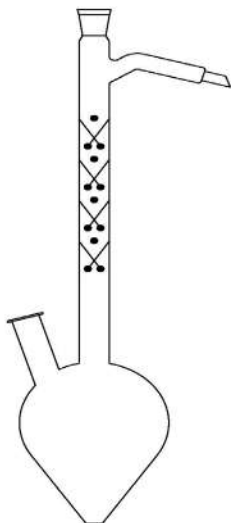

Рис. 37. Колба
22. Колба Фаворского (рис. 37) — двухгорлая остродонная либо круглодонная колба для перегонки со встроенным в одно горло ёлочным дефлегматором и с отводной трубкой выше дефлегматора. В некоторых источниках колбой Фаворского считается только круглодонный вариант (исходный), подобную остродонную колбу называют колбой с дефлегматором.